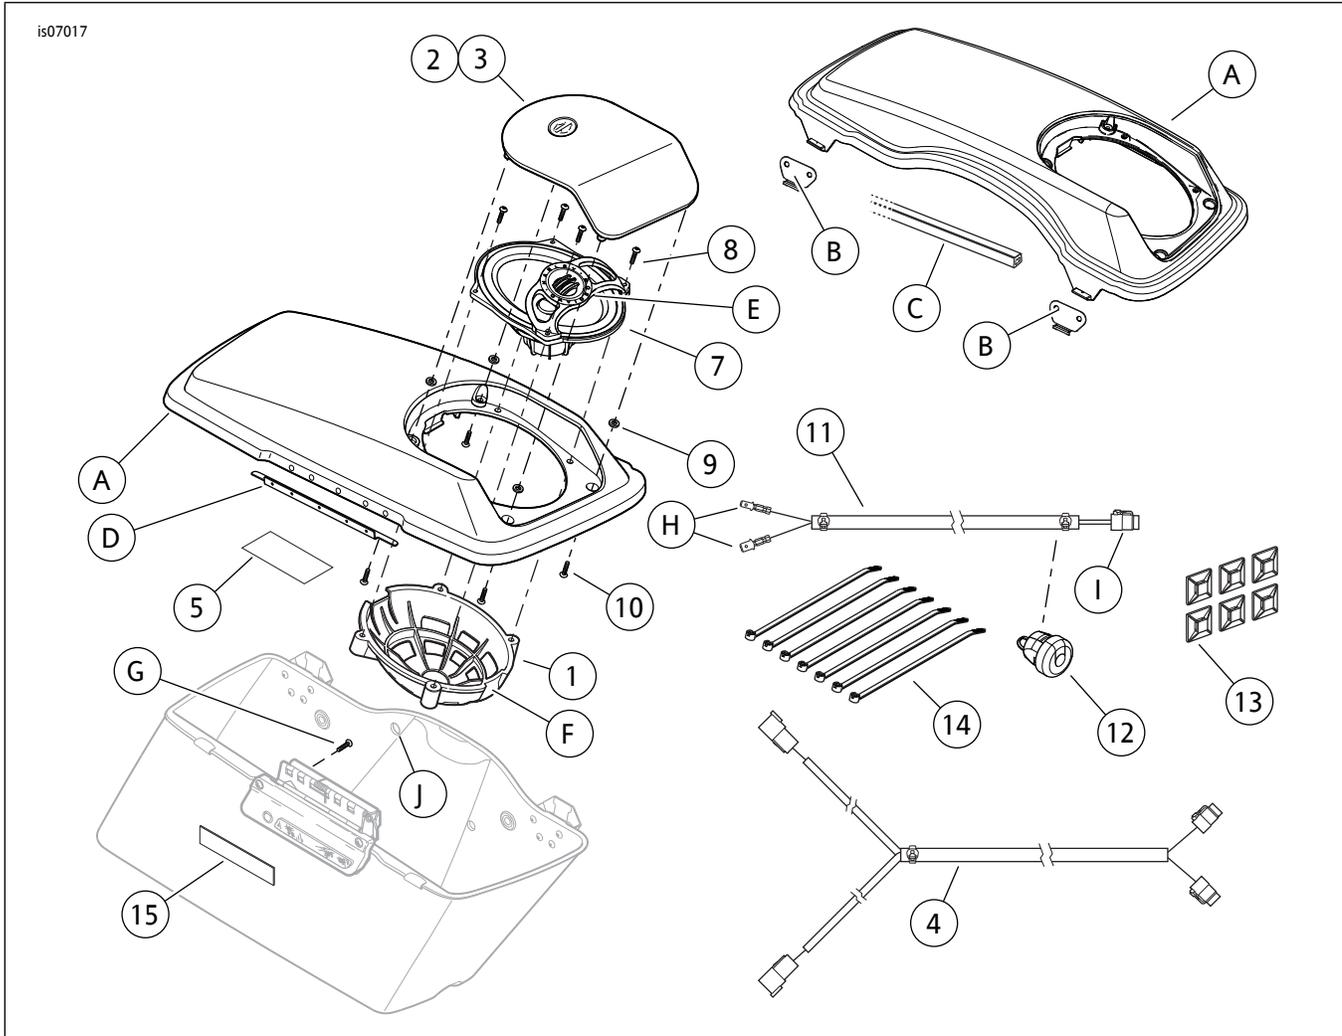

图7。维修零件：Boom! Audio边箱扬声器套件
1. 参见图7。检查后扬声器线束(4)一端的两个长分支上的插座盒。在其中一个插座盒(标有“RIGHT”(右侧))中：将此盒插入从右侧边箱引出的插针连接器。在其余插座盒(无标记)中：将此盒插入从左侧边箱引出的插针连接器。
6. 插接后扬声器连接器：参见图7。将后线束(4)上六路插座盒空腔5和6中的电线颜色与收音机线束或非Ultra覆盖线束上六路插针盒[41A]和[42A]中的电线颜色相匹配。将左右侧扬声器插座盒插入正确的插针盒。使用收音机线束、无前部放大器：使用收音机线束和前部放大器：将四条带接线端的电线插入放大器线束连接器[149B]。参阅Boom!音频放大器套件说明书。
参见图7。从套件中取出两条边箱扬声器跳线线束（11）。